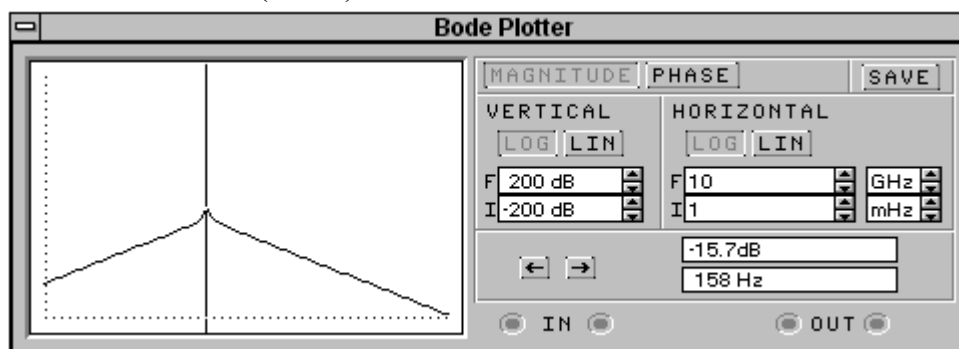

Рис.3.5.
2.3. Включить схему и увеличенное изображение бode-плоттера (рис.3.5). Для получения амплитудно-частотной характеристики (АЧХ) нажать кнопку MAGNITUDE. По вертикальной оси (VERTIKAL) отложить отношение напряжений - в логарифмическом масштабе (LOG) от -200dB до 200dB.